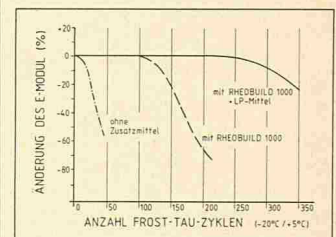

Bild 6. Frostverhalten von Betonen gleicher Konsistenz ohne und mit Rheobuild sowie mit einem LP-Mittel
- Stark erhöhte Frostbeständigkeit (Bild 6).